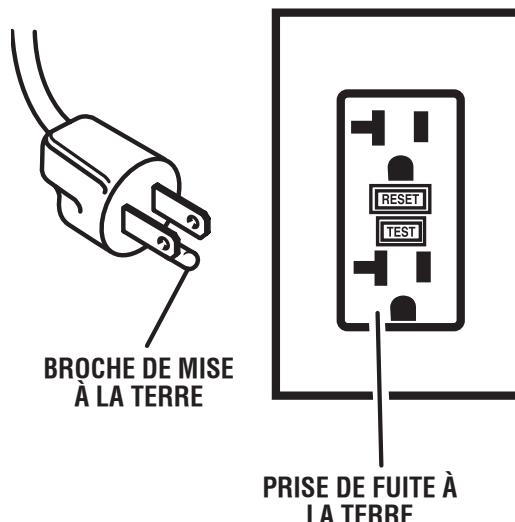

Fig. 1
*Voir la figure 1.*
Ce produit est pour l'usage sur un nominal 120 circuit de volt et a un fonder bouche similaire au bouchon illustré dans la figure 1. Seulement connecter le produit à une sortie ayant la même configuration comme le bouchon. Ne pas utiliser un adaptateur avec ce produit.